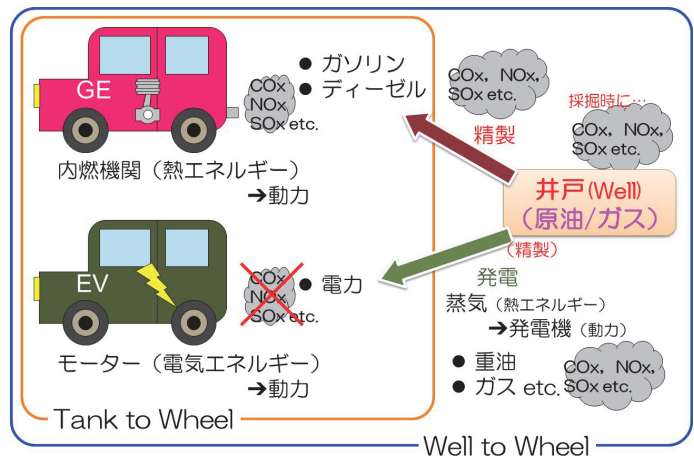

図 1 温室効果ガスの排出
私達の生活の基礎・根幹をなす施設や設備は、全て何かしらの材料によって構成されている。材料は外力の増分…負荷（荷重）や強制変位や温度変化が生じると、その力学応答として変形が生じる。変形の程度に依っては、材料に致命的な破損が生じて事故が生じる。例え、環境に優しく、高効率なエネルギー供給施設や設備であっても、事故が起きてしまっは全て台なしである。このような事態を回避するためには、単純に材料の外力に対する力学応答を明らかにしておく必要がある。また、事故を起こさないためとはいえ、高純度で高強度な材料が際限なく使えるわけではない。上等な材料は可採埋蔵量が限られており高価である。自由で公正な経済活動が行われる社会システムの枠組みの中で、経済的にも正当な範囲内で消費される必要がある。すなわち、材料の科学は、私達が材料を安全に、且つ、経済的に使用するために必要不可欠な分野である。私たちの研究室では、材料の外力の増分に対する力学応答をモデル化し、客観性・普遍性が保障された数式で表現することで、コンピュータシミュレーションを実現する研究を中心に、モノを設計・製作することに取り組んでいる。例えば図 1 に示すように、ガソリンエンジン車に対して電気自動車 (EV) は排気ガスを出さないで環境に良いとされているが、そのエネルギーである発電までを考えると必ずしも良いとはいえない。このため自動車~~を~~を軽量化することで燃費や電費を向上させる取り組みとして、自動車ボディの板厚を薄くしながら、強度は維持もしくは向上させるような鋼板材の研究もされている。なお、鋼の板材は温度変化によって鋼材の組織そのものが変化する相変態現象が生じる。材料の外力に対する力学応答は、材料を構成する組織の状態にも依存するため、組織そのものの変化の研究も成形に関する研究と等価に重要である。図 2 は、温度変化に伴う鋼の薄板材料の組織変化と内部に溜まる残留応力の変化のシミュレーション結果である。このようなシミュレーションもある。ただし、オープンキャンパスでは、コンピュータの中で行うシミュレーションの見学ではなく、実際の材料や、外力の増分に対する力学応答を実験観察する方法を体験して貰おうと思う。